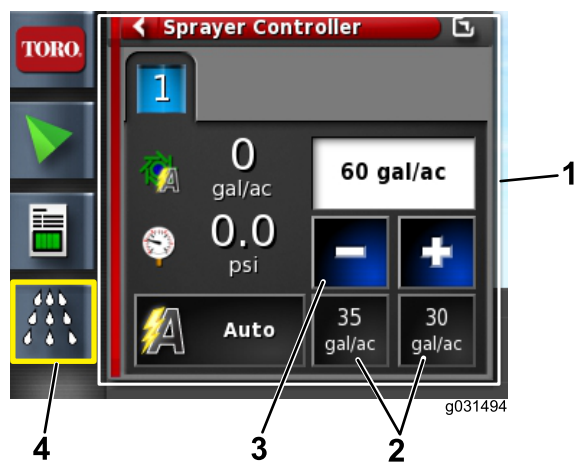

Figure 42
4. Si le débit sélectionné n'est pas le bon, modifiez-le en appuyant sur les icônes de débit prédéfini, en appuyant sur les icônes + ou – pour modifier progressivement le débit, ou en sélectionnant le champ du débit actuel et en saisissant le débit d'application à l'aide du pavé numérique (Figure 42 et Figure 43).